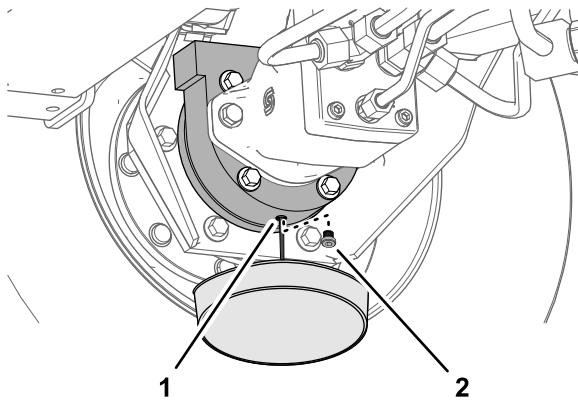

Figura 62
- Coloque o recipiente de escoamento por baixo da estrutura do travão, retire o tampão e deixe o óleo escorrer completamente (Figura 62).